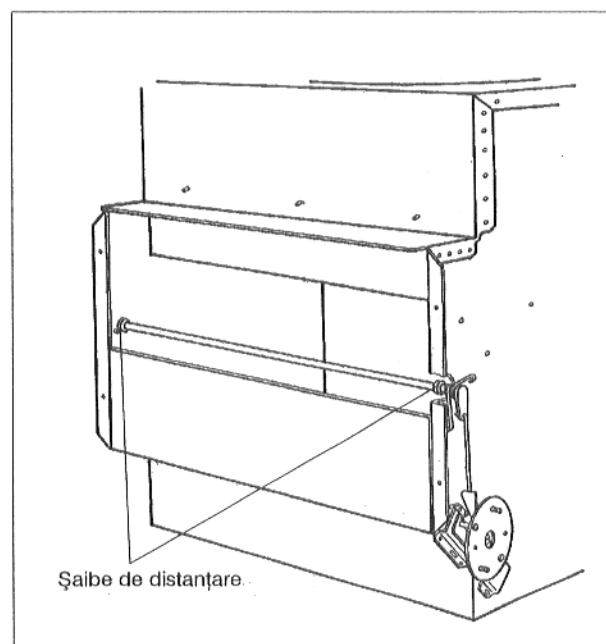

Fig. 3
- Cele două șaibe de distanțare se vor glisa până la mușea interioară din stânga respectiv dreapta siguranței de curgere (Fig. 3).